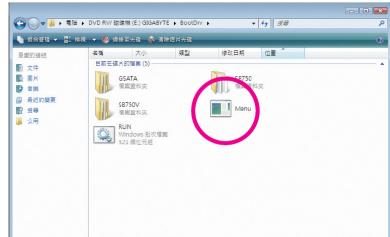
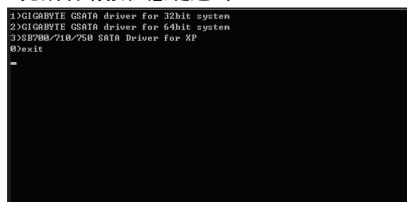

图 2
图 3
- 2: 进入光盘中的“BootDrv”文件夹,双击“Menu.exe”文件(图 2)后会出现“命令提示符”画面,内含如图 3 所示的控制器菜单。
- 3: 放入空白磁盘。按下 SATA 控制器驱动程序代码后再按<Enter>键。以图 3 的菜单为例,请选择“3) SB700/710/750 SATA Driver for XP”。